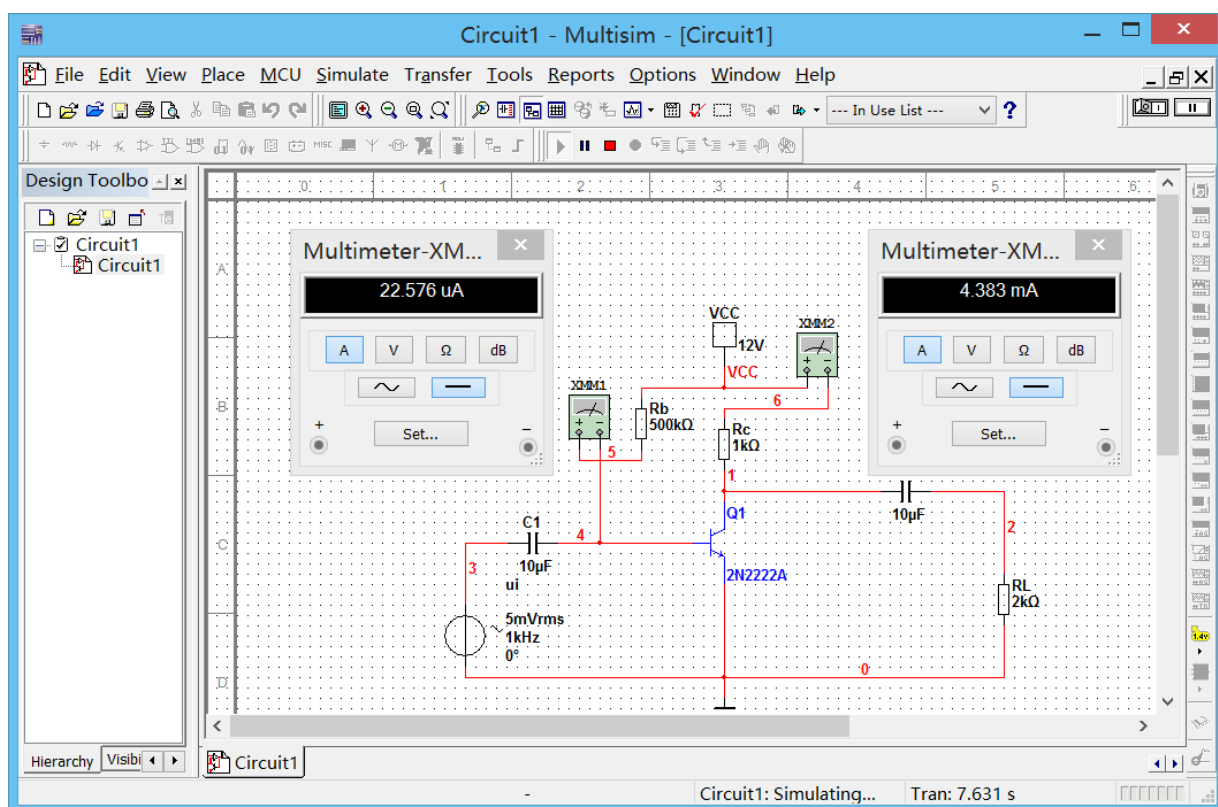

图 7.7 设置数字万用表
- 设置仪表：分别双击 XMM1 和 XMM2 图标，打开数字万用表，并将它们移至合适位置，依照 5.1 节所描述的方法将数字万用表的测量方式设置为测量直流电流，如图 7.7 所示。